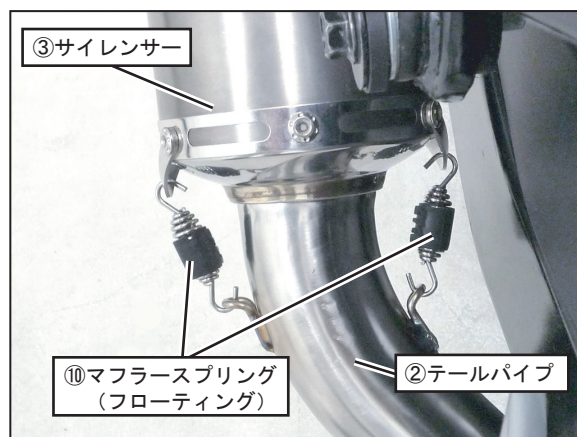

FIG. 7
9. ②テールパイプに③サイレンサーを取り付け、⑩マフラスプリング（フローティング）をスプリング取付工具を使用して取り付けて下さい。(FIG. 7参照)